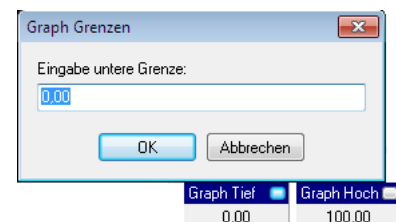

Abbildung 7.8.1c Begrenzung des Graf
6. Wenn benötigt, klicken Sie in das weiße Viereck in der entsprechenden „Graph Tief“ oder „Graph Hoch“ Titelzeile, klicken Sie in das weiße Viereck in der entsprechenden „Graph Tief“ oder „Graph Hoch“ Titelzeile und geben Sie entsprechende Werte ein. Diese erscheinen mit dem zugehörigen Bargraf (Abbildung 7.8.1c).